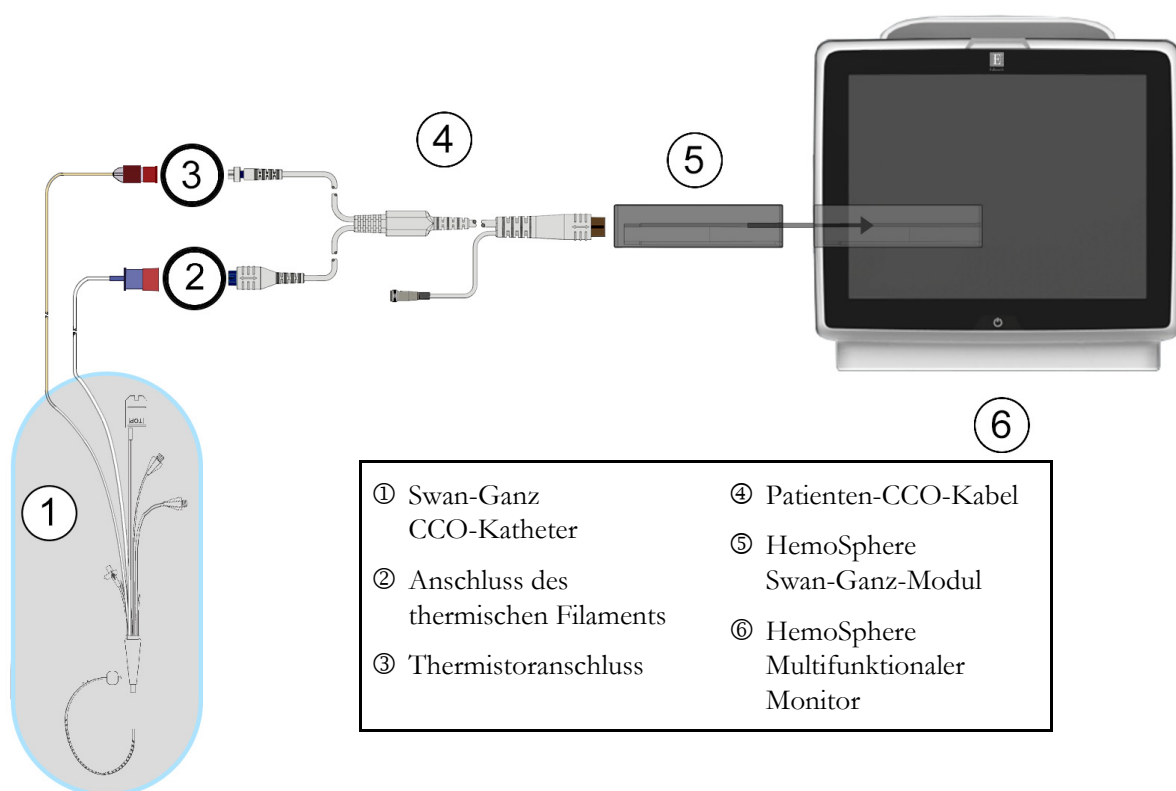

Abbildung 9-4 Übersicht der Anschlüsse für die CO-Überwachung
- 2 Schließen Sie das Katheterende des Patienten-CCO-Kabels an den Thermistoranschluss und die Anschlüsse des thermischen Filaments des Swan-Ganz CCO-Katheters an. Diese Anschlüsse sind in mit ② und ③ gekennzeichnet. Abbildung 9-4 auf Seite 155.